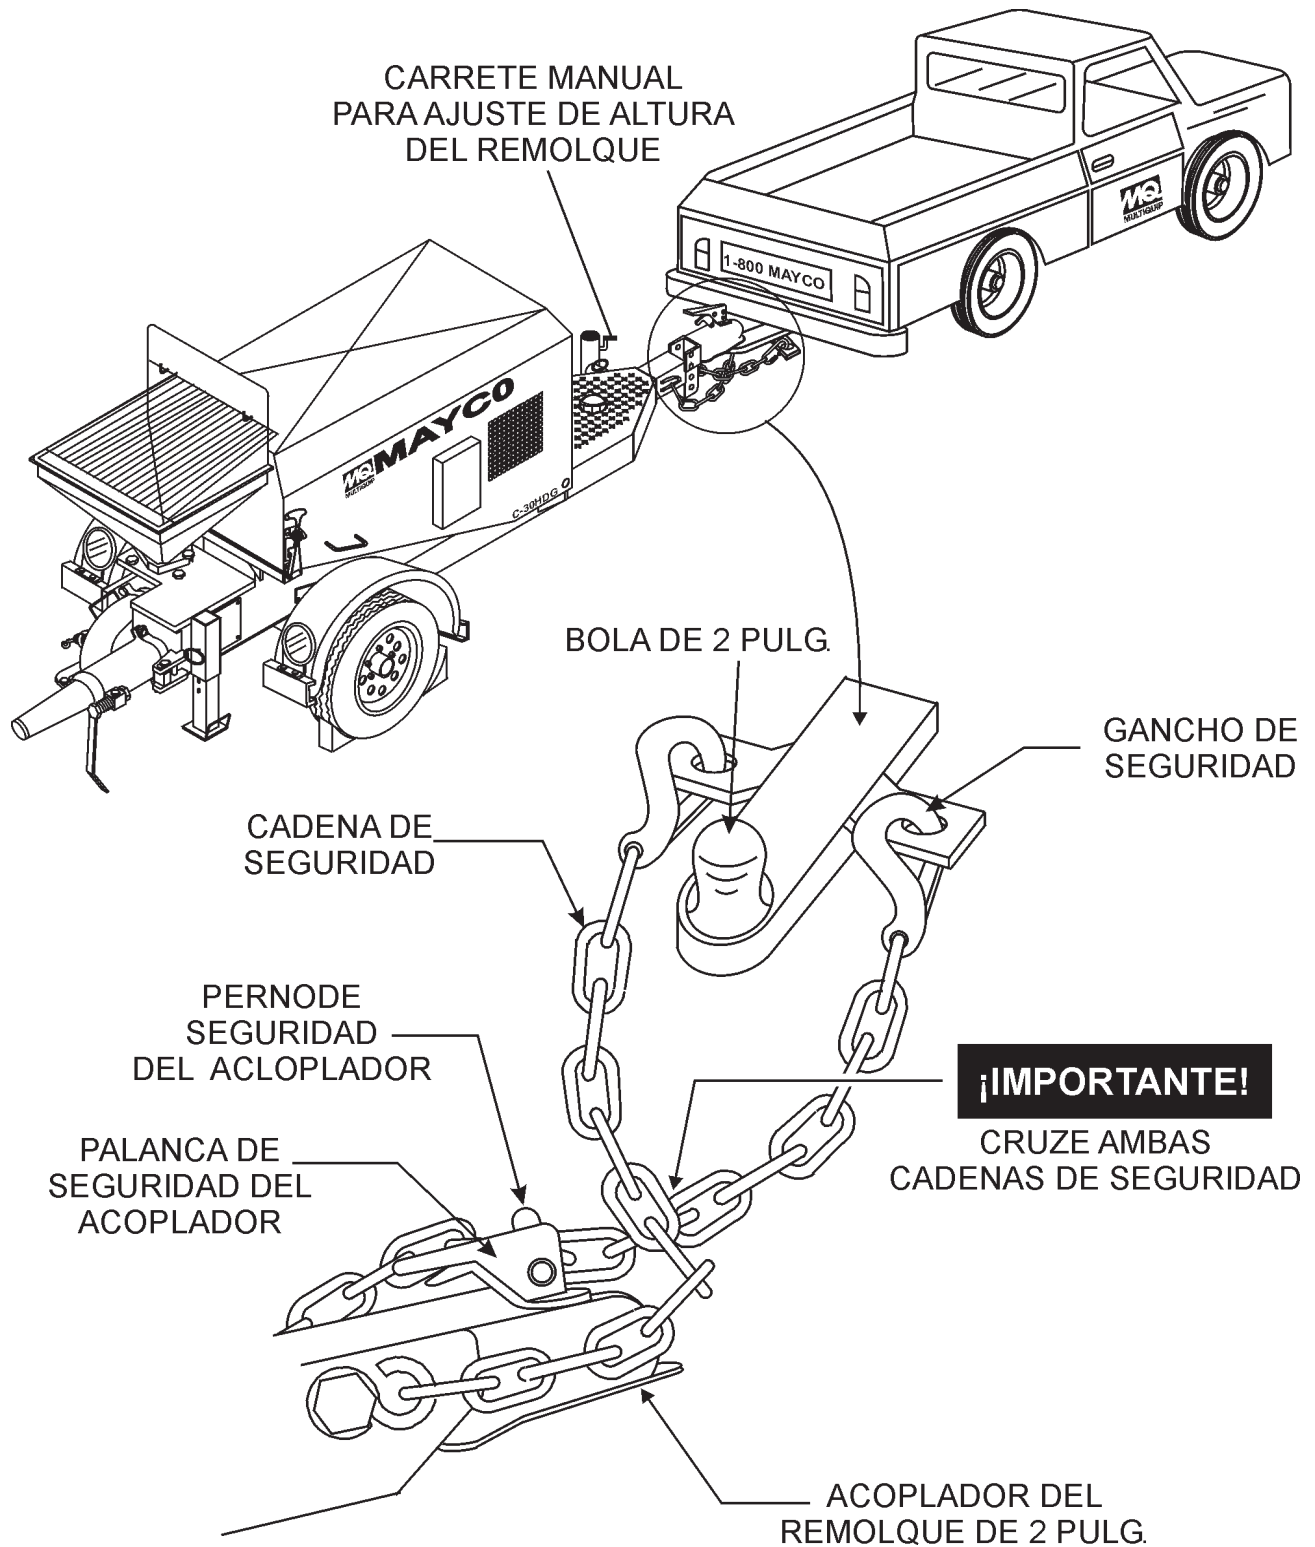

Figura 2. Aplicaciones al remolcar
4. Sujete las cadenas de seguridad, como se muestra en la Figura 2. Recuerde **cruzar** las cadenas de seguridad.
La Figura 2 muestra la aplicación típica al remolcar que deberá usarse cuando remolque la bomba.